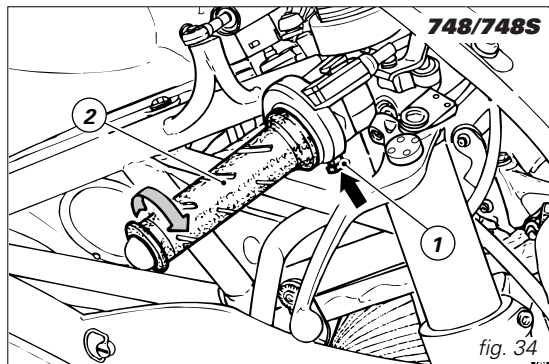

fig. 34
2) **748/748S** Premere il pulsante (1, fig. 34) sul comando acceleratore.
4) **748/748S** Ruotare la manopola (2, fig. 34) in senso orario (decelerare), automaticamente il pulsante (1) si disattiva.
748/748S Eseguire la stessa procedura descritta per "Temperatura ambiente normale" senza utilizzare il pulsante (1, fig. 34).